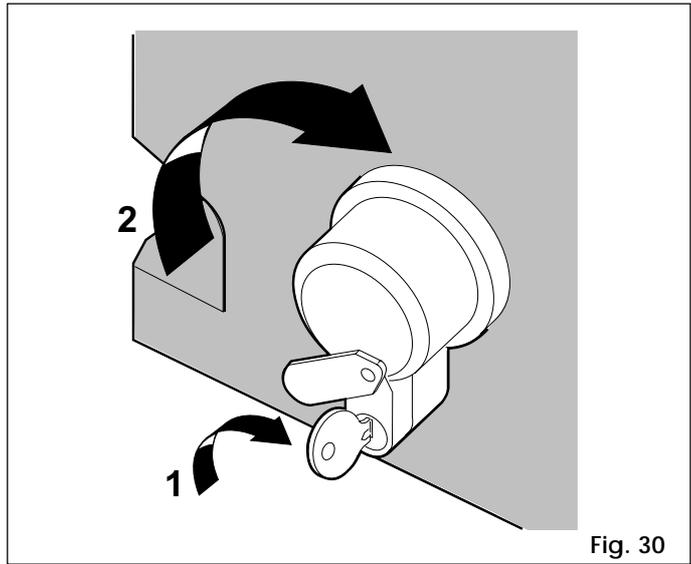

Fig. 30
BOUCHON DE DÉVERROUILLAGE À CLEF NUMÉROTÉE (Fig.30).
- BOUCHON DE DÉVERROUILLAGE À CLEF NUMÉROTÉE (Fig.30).